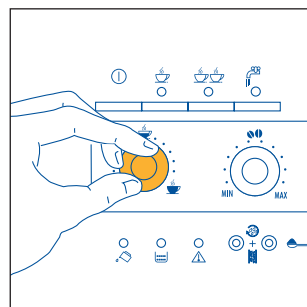

Fig. 8
- 3) Regolare la manopola di sinistra (fig. 8) per impostare la quantità di caffè desiderata. Più si ruota in senso orario e più lungo sarà il caffè ottenuto. Al primo utilizzo è necessario procedere a tentativi e fare più di un caffè per individuare la giusta posizione della manopola.